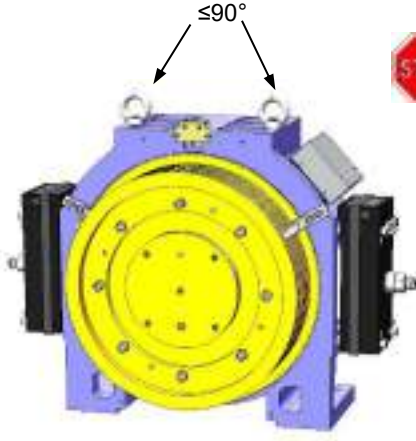

图 2 产品吊装示意图
- 仅允许在图 2 所示起吊孔部位进行吊装，禁止在其它部位进行吊装工作。